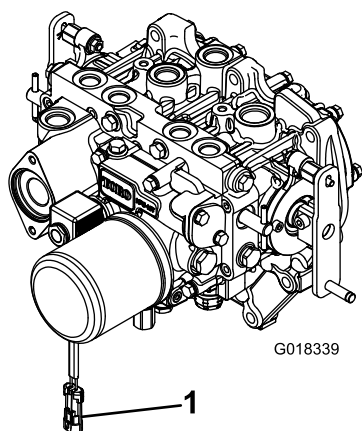

Figura 3
de cables del conector de la bobina de la válvula del solenoide de la TDF (Figura 3).
8. Después de conectar el otro extremo del árbol de transmisión al eje de la caja de engranajes del accesorio, conecte el conector eléctrico del arnés de cables al conector de la bobina de la válvula del solenoide de la TDF (Figura 3).